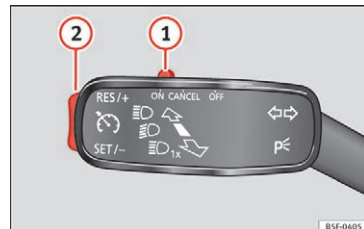

Fig. 47 På venstre side af ratstammen: kontakter og betjeningslementer til fartpiloten
- Aktivering af fartpilot: Skub kontakten »» **Fig. 47 ①** til positionen **ON**. Systemet er
- Brug af fartpilot: Tryk på knappen »» Fig. 47 ② i området **SET/-**. Den aktuelle hastighed gemmes, og systemet regulerer.
- Midlertidig deaktivering af fartpilots regulering: Tryk kontakten »» Fig. 47 ① til positionen **CANCEL**, eller trød på bremsen. Reguleringen deaktiveres midlertidigt.
- Genoptagelse af fartpilots regulering: Tryk knappen »» Fig. 47 ② mod **RES/+**. Den gemte hastighed gemmes og indstilles på ny.
- Forøgelse af gemt hastighed, mens fartpiloten regulerer: Tryk knappen ② mod **RES/+**. Bilen accelererer, indtil den nye, gemte hastighed er nået.
- Reducering af gemt hastighed, mens fartpiloten regulerer: Tryk knappen ② mod **SET/-**
- Deaktivering af fartpilot: Skub kontakten »» Fig. 47 ① til positionen **OFF**. Systemet bliver deaktiveret, og den gemte hastighed bliver slettet.